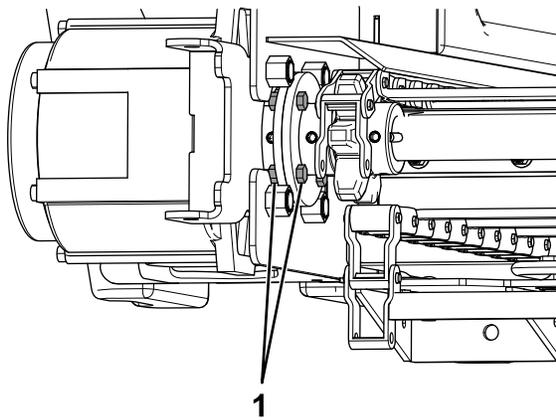

Figure 13
10. Retirez et mettez au rebut les 4 boulons et contre-écrous qui fixent l'accouplement du boîtier d'engrenages à l'arbre d'entraînement (Figure 13).